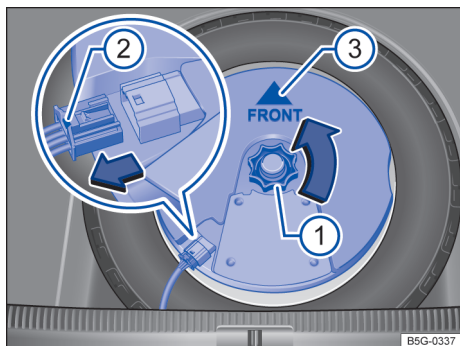
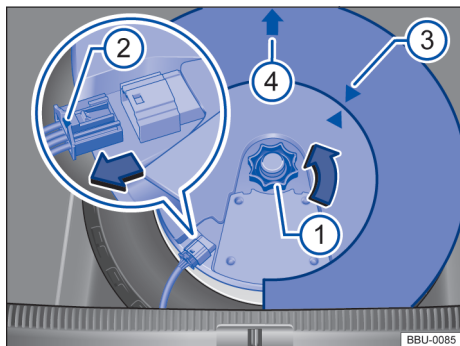

Fig. 147 No compartimento de bagagem: remover o subwoofer (variante 1).
Fig. 148 No compartimento de bagagem: remover o subwoofer (variante 2).
- Se necessário, retire o kit de ferramentas de bordo situado acima do subwoofer → Fig. 148.
- Desenrosque a roda recartilhada → Fig. 147 ① ou → Fig. 148 ① no sentido da seta.
- Para desbloquear o conector, pressione o travamento que há na extremidade do conector → Fig. 147 ② ou → Fig. 148 ②.
- Coloque o subwoofer na base do aro com cuidado. Ao fazer isto, a ponta da seta "FRONT" → Fig. 147 ③ que há no subwoofer deverá apontar para frente.
- Acople o conector até que o travamento ② ative de forma audível.
- Rosqueie a roda recartilhada ① no parafuso prisioneiro no sentido contrário ao da seta até que o subwoofer fique bem fixado.
- Se necessário, coloque o kit de ferramentas. Ao fazer isto, a ponta da seta → Fig. 148 ④ que há no subwoofer deverá apontar para frente.
- Certifique-se de que a ponta da seta que há no subwoofer coincida com a ponta da seta localizada no compartimento do kit de ferramentas ③.